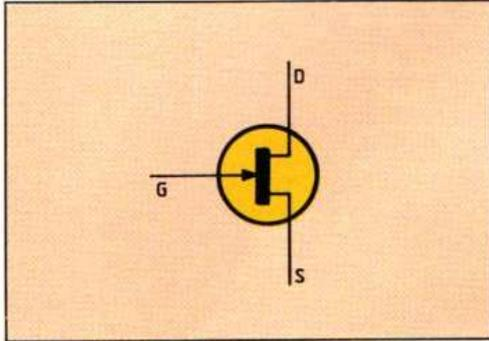

Fig. 2. - Symbole d'un transistor FET Canal N.
Le symbole du FET à canal N est celui qu'indique la figure 2. Comme les connexions de source (S) et de drain (D) ne sont pas des jonctions, les fils qui y arrivent partent perpendiculairement à la barre verticale qui représente le canal. La grille (G) est une partie d'une jonction, dont l'autre est le canal ; donc, on a indiqué une flèche sur l'électrode G.